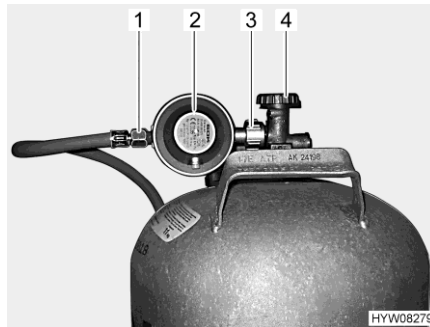

Bild 124 Anslutning gasflaska
- Stäng huvudavstängningsventilen (Bild 124,4) på gasflaskan. Beakta pilriktningen.
- Håll fast gastryckregulatorn (Bild 124,2) och öppna muttern (Bild 124,3) (vanligen vänstergänga).
- Tag bort gastryckregulatorn med gasslangen (Bild 124,1) från gasflaskan.
- Sätt gastryckregulatorn (Bild 124,2) med gasslangen (Bild 124,1) mot gasflaskan och dra åt muttern (Bild 124,3) (vanligen vänstergänga). Dra **inte** åt för hårt.